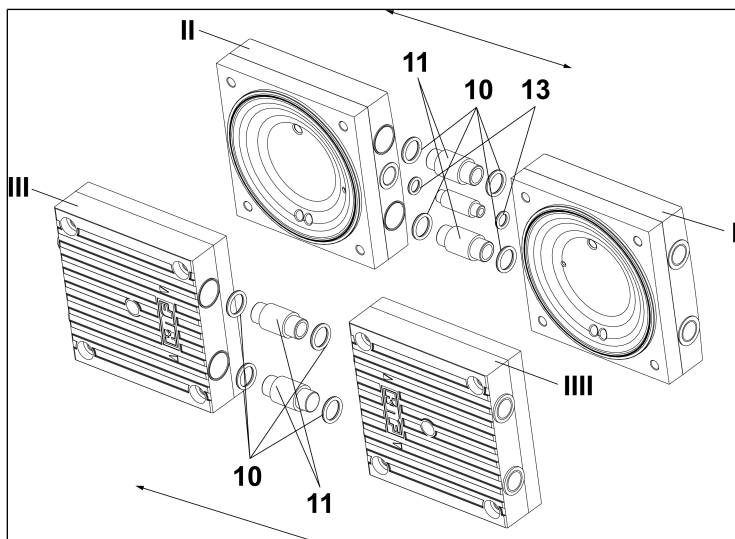

Fig. 8: Rimozione degli O-ring e dei tubi di allacciamento
8. Separare le teste 1 (I/Fig. 8) e 2 (II/Fig. 8) e rimuovere gli O-ring (10/Fig. 8) e (13/Fig. 8).
7. Applicare gli O-ring (**10**/Fig. 8) e (**13**/Fig. 8) sull'allacciamento pneumatico.
8. Premere le teste 1 e 2 (**I** e **II**/Fig. 8) assieme.